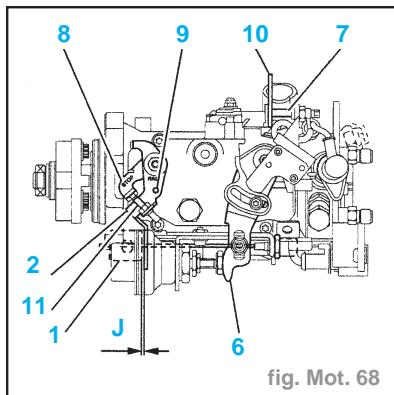

fig. Mot. 68
- Vérifier que le levier (6) est en appui sur la vis butée (5) sinon modifier la position de l'épingle d'arrêt de tension du câble d'accélérateur.
- S'assurer qu'en position ralenti, le levier (6) est en appui sur la butée (7).
- Placer une cale de **3 mm** (10) entre le levier de charge (6) et la butée anticâlage (7) (fig. Mot. 68).